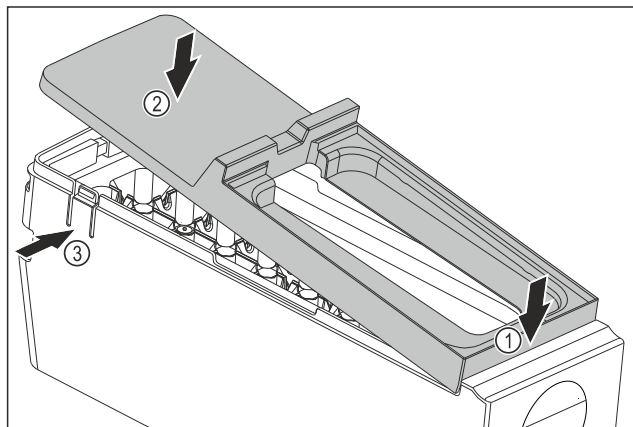

Fig. 82
- ▶ Смонтируйте крышку корпуса EasyTwist-Ice: Установите крышку спереди. Fig. 82 (1)
- ▶ Опустите крышку сзади. Fig. 82 (2)
- ▷ Крышка со щелчком фиксируется в накладках Fig. 82 (3).